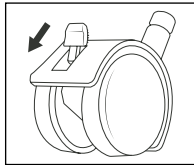

Fig. 6
- ◆ Una volta posizionato l'apparecchio, bloccare le leve delle rotelle con leva di blocco **11** premendole verso il basso per evitare che possa rotolare via (vedi Fig. 6).